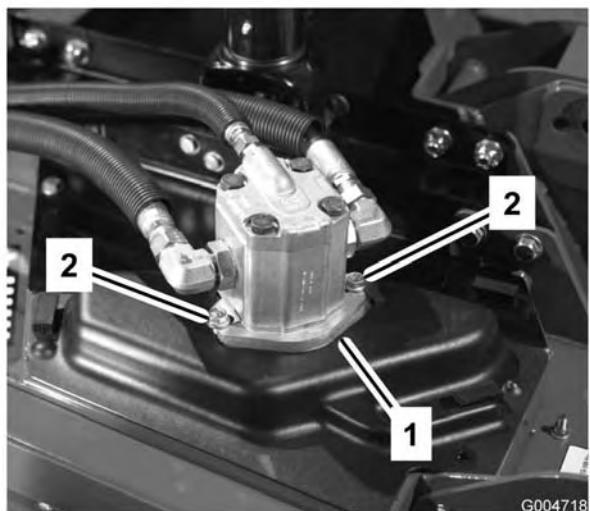

Figura 66
- Retire los pernos que sujetan el motor hidráulico a la unidad de corte (Figura 66). Retire el motor de la unidad de corte y póngalo encima de la unidad de corte.